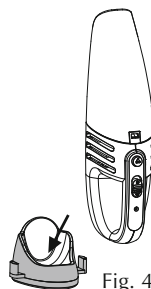

Fig. 4
3. Collocare l'aspirapolvere nella base di ricarica (fig. 4).